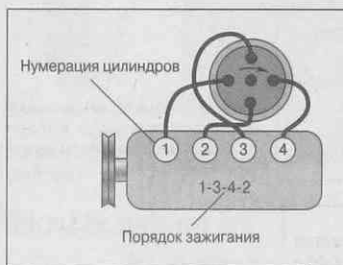

Рис. 12.2. Нумерация цилиндров и порядок зажигания в рядном четырехцилиндровом двигателе
- ✓ **Во всех заднеприводных четырех- и шестицилиндровых рядных моторах производства США цилиндру, расположенному ближе всего к переднему краю автомобиля, присваивается №1.** Остальные цилиндры нумеруются по направлению к салону (№2, №3, №4 и т.д.) (рис. 12.2 и 12.3).
Искра распределяется по цилиндрами очень быстро, поэтому мы получаем равномерный работающий двигатель. Типичная последовательность зажигания для V-образного восьмицилиндрового двигателя Ford (у которого цилиндры с первого по четвертый расположены с одной стороны, а с пятого до восьмого — на противоположной) будет такой: №1, №5, №4, №2, №6, №3, №7, №8. Порядок зажигания на рис. 12.2–12.8 показан внутри каждого двигателя. Проследите за последовательностью подачи искры на цилиндры, и вы увидите, что этот порядок возгорания горючей смеси позволяет избежать вибрации двигателя. Но помните, что все это происходит очень быстро.